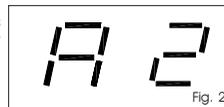

Fig. 2
**Tijdens de weergave en de regeling van de parameters** geeft het display links de geselecteerde parameters weer en rechts de corresponderende waarde. Op fig. 2 ziet u een weergavevoorbeeld van de parameter "A" met de waarde "2".